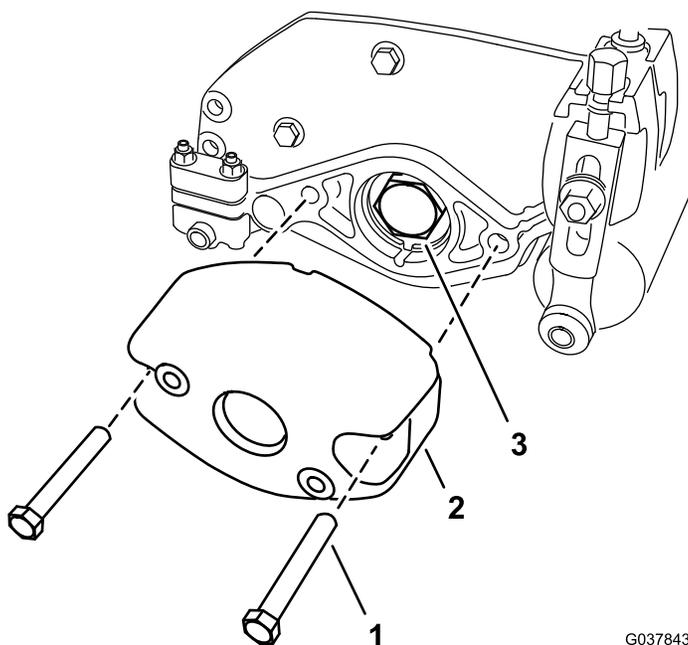

図 4
6. カウンタウェイトをカッティングユニットのサイドプレートに固定しているボルト5/16 x 2 1/4"2本をナット2個サイドプレートに固着から外す。カウンタウェイトを取り外す図4。
8. リールのシャフトからベアリングナットを外す 図 4。